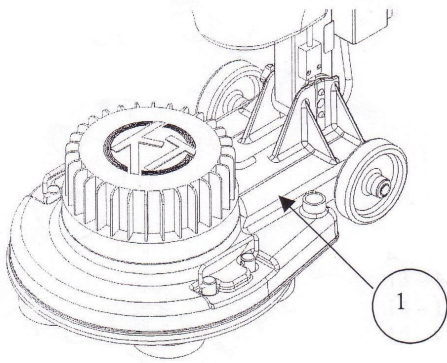

Рисунок 1
5. Отсоедините ручку от корпуса электродвигателя (1, рис.1) и передвиньте ось в барабане крепления ручки;